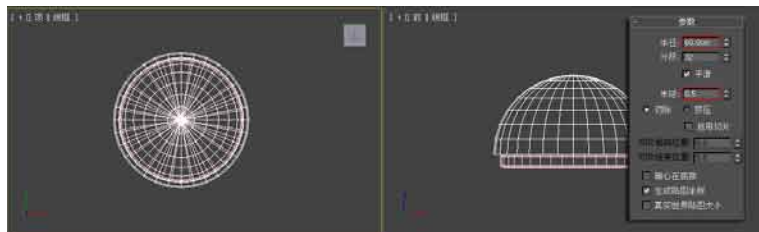

图3.14 创建球体
- 05 在创建命令面板中返回标准基本体创建命令面板，单击 **球体** 按钮，在顶视图中创建一个球体，设置其参数，得到一个半球体，如图3.14所示。